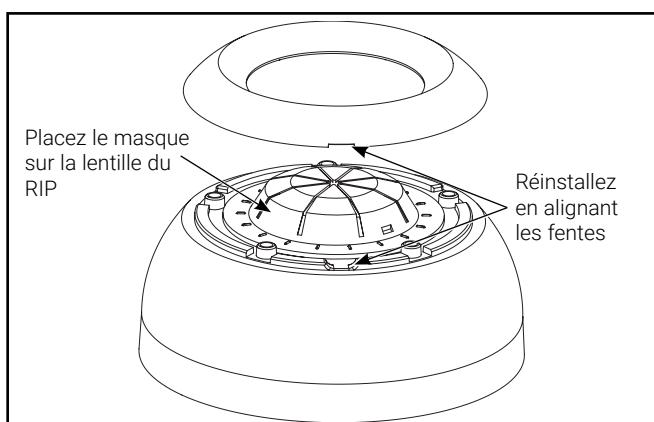

Figure 6.
- Placez le masque sur la lentille et réinstallez le capuchon du détecteur en utilisant les fentes pour l'alignement. (Figure 6.)